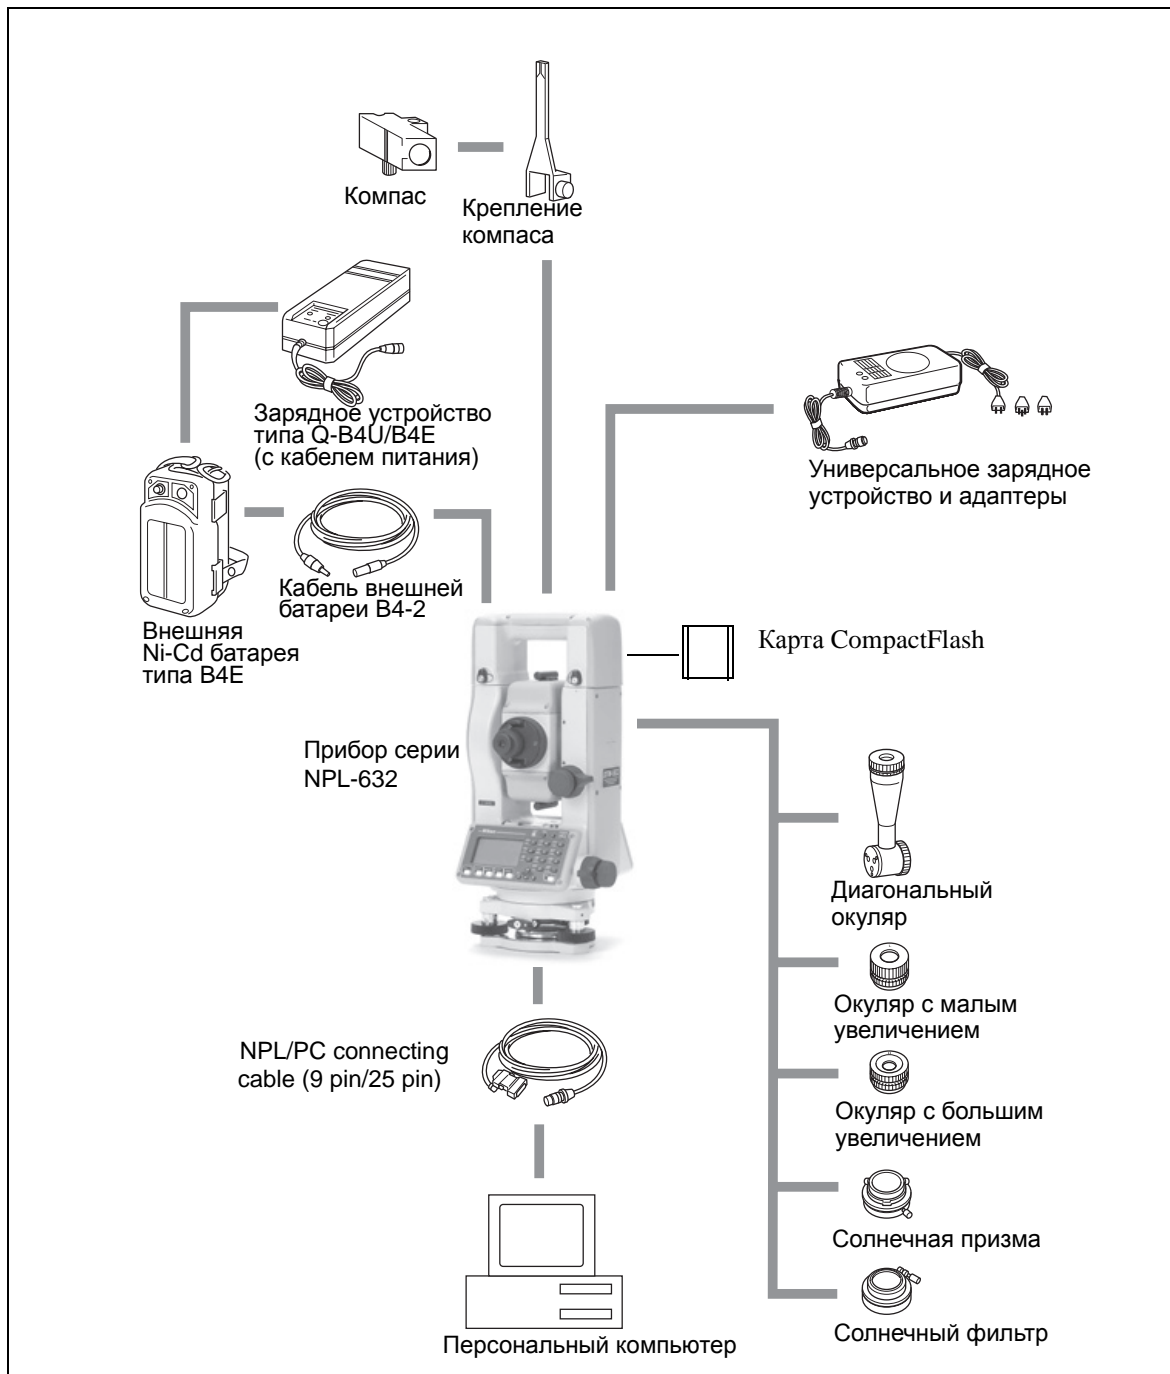

Рисунок 8.1 Компоненты измерительной системы
**ПРЕДОСТЕРЕЖЕНИЕ** – Соединения, не показанные на Рис. 8.1 на стр. 174 являются опасными для соединяемых приборов, используйте их на свой собственный риск.